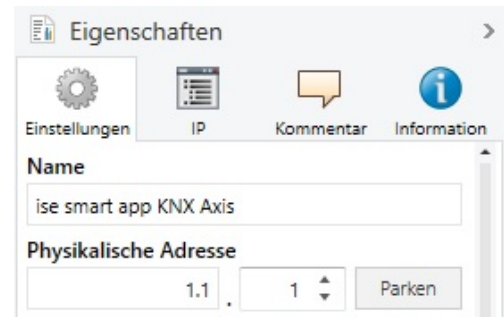

Abbildung 2 Geräte-Eigenschaftendialog der ETS
2. Zeigen Sie die Eigenschaften des Geräts im Sidebar der ETS an, wie in Abbildung 2 Geräte-Eigenschaftendialog der ETS gezeigt.